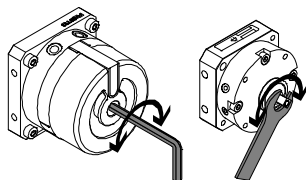

Рис. 17
- через привод при помощи внутреннего шестигранника (или четырехгранника для модели HSW-10; см. Рис. 17).